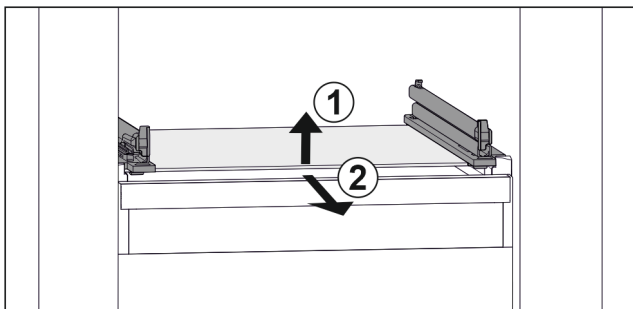

Fig. 153 Beispielhafte Darstellung der Glasplatte
- ▶ Glasplatte vorne anheben. Fig. 153 (1)
- ▶ Glasplatte nach vorne entnehmen. Fig. 153 (2)